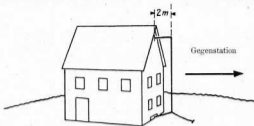

Bild 17 Vertikalgespannte Behelfsantenne, Station im Keller
- **Normalantenne** schräg nach oben oder vertikal zu behelfsmässigem Fixpunkt gespannt. (Stange, Haus, Baum) Beispiel siehe Abb. 17.